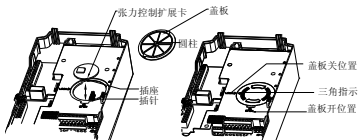

图1 APV-F301 安装示意图
■ I类张力控制扩展卡安装请参照图1。
- ① 打开变频器的上下盖板，将圆柱形盖板上三角标志指向“open”后，用食指或者中指指尖插入小孔向上推，即可取出圆形盖板；
- ② 将张力控制扩展卡的插座对准控制板上的插针，轻轻按下直至接触良好；
- ③ 将圆柱形盖板盖上并顺时针旋转使其上三角形指向“lock”。在装好扩展卡后，按要求装好变频器的上下盖板。